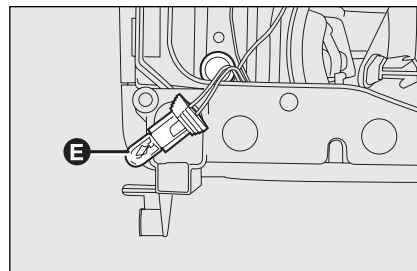

fig. 23
- ☐ asportare la lampada bruciata **E-fig. 23** ed inserire la nuova lampada;